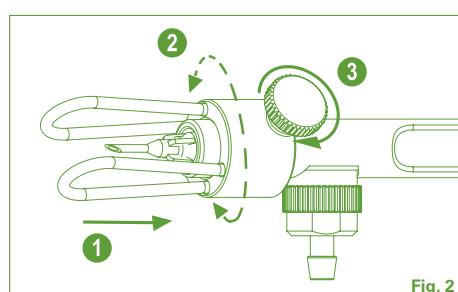

Fig. 2
2. Insert FishGuide™ until abutment, adjust position, softly tighten thumb screw (Fig. 2).
2. FishGuide™ bis zur Schnapp-Kupplung einführen, Position einstellen, Rändelschraube leicht anziehen (Abb. 2).
2. Insérer le FishGuide™ jusqu'à la butée, régler la position, serrer gentiment l'écrou (Fig. 2).